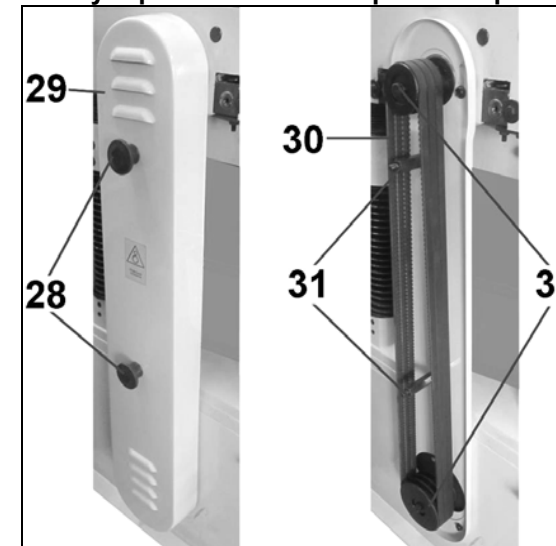

Рис.10
10.1. Регулировка натяжения ремней привода (Рис.10,11)